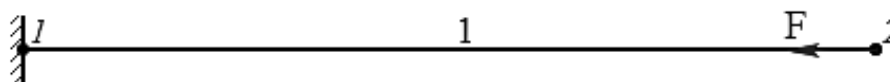

Рис. 6.3 – Схема стержня к заданию 2
2. Дан жестко заделанный стержень (рис. 6.3). К его концу приложена сила F , Н. Определить реакцию связей в жесткой заделке, построить эпюру продольных сил N , Н.